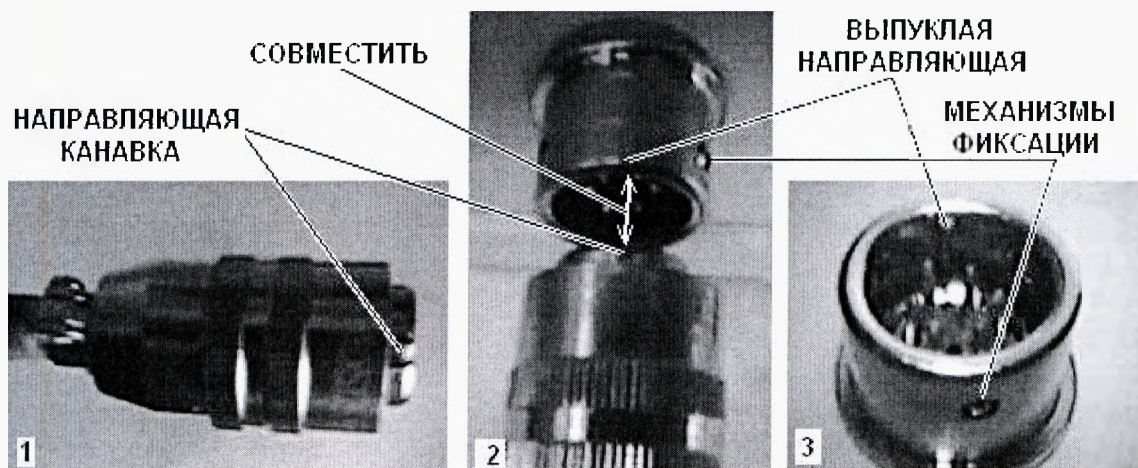

Рис. 16.
15.4 Для подключения aspirатора, необходимо кабельную розетку взять за хвостовую часть (см. рис. 16) совместить направляющие (рис. 17) и с небольшим усилием переместить разъем вперед, до щелчка. После щелчка разъем автоматически фиксируется, тем самым, исключая возможность несанкционированного разъединения, т.е. **разъем нельзя отсоединить, если пытаться тянуть за кабель (рис. 18).**